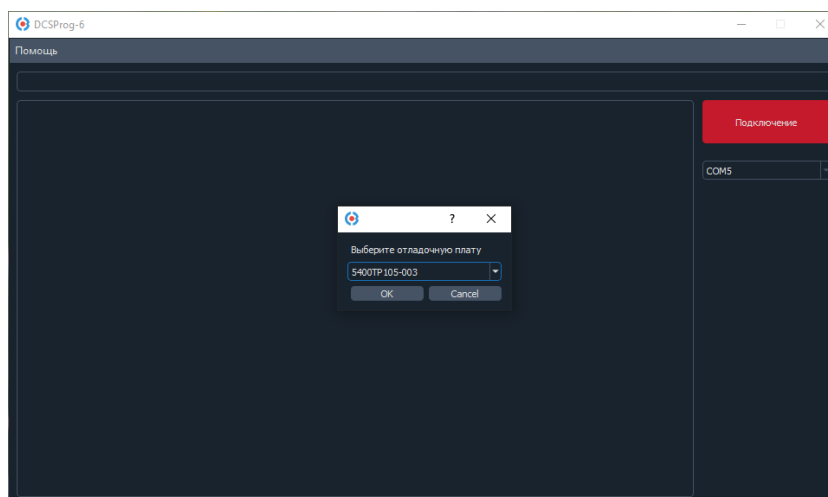

Рисунок 3. Идентификация программы через диалоговое меню
4. Произвести принудительную идентификацию. В приложении DCSProg6.exe необходимо нажать сочетание клавиш Ctrl+F12 и в окне выбрать микросхему «5400TP105-003» (Рисунок 3).